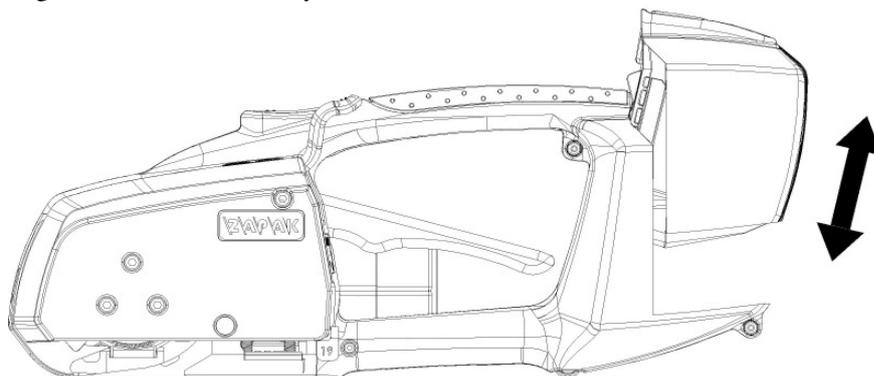

ABBILDUNG 5. Darstellung des Einsetzens und Abnehmens des Akkus
Setzen Sie den voll geladenen Akku wie dargestellt in das Werkzeug ein (ABBILDUNG 5). Achten Sie darauf, dass der Akku heruntergedrückt und die Akku-Auslösetaste eingerastet ist. Drücken Sie den Spanntaster einmal. Alle LEDs des Steuerfelds sollten aufleuchten und die vorherigen Einstellungen, begleitet von einem Signalton, eingerichtet werden. Dadurch wird angezeigt, dass das elektrische System des Akkus unter normalen Umständen betriebsbereit ist.
- * Wenn die Akku-Ladezustands-LED am Steuerfeld „rot blinkt“, dann ist der Akku-Ladezustand zu niedrig zum arbeiten und der Akku sollte aufgeladen werden. In einem solchen Zustand sollte NICHT mit dem Werkzeug gearbeitet werden. Gleichzeitig hören Sie den Signalton in gleichmäßigen Intervallen. Drücken Sie den Akku-Auslöser auf der Oberseite des Akkus und ziehen Sie ihn nach oben vom Werkzeug ab. Der Signalton ertönt, bis der Akku abgenommen wurde. (ABBILDUNG 5)